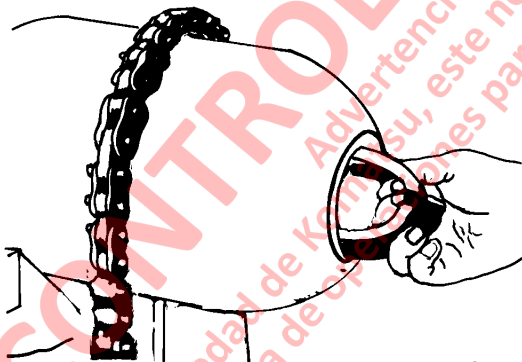

FIGURA 3-16. EXTRACCIÓN DEL ANILLO ANTIEXTRUSIÓN
5. Introduzca una mano en la carcasa del acumulador y retire el respaldo del O-ring (5), el O-ring (6) y la arandela de respaldo metálica (7).
6. Separe el anillo antiextrusión (8) del puerto hidráulico.
7. Pliegue el anillo antiextrusión y sáquelo de la carcasa como se muestra en la Figura 3-16.